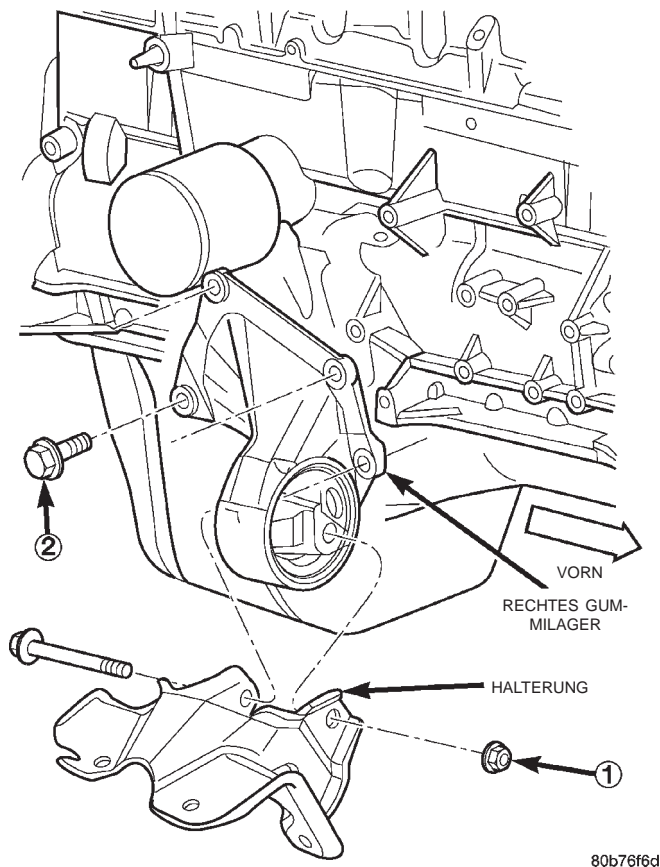
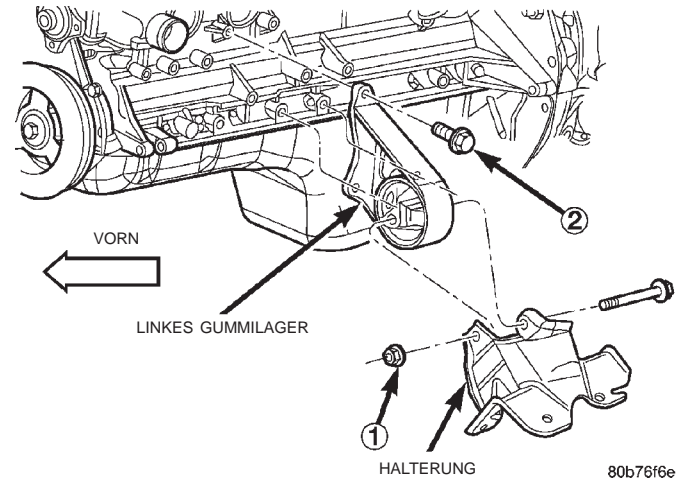

Abb. 40 Vordere Motoraufhängung—Rechte Seite
Abb. 41 Vordere Motoraufhängung—Linke Seite
- (1) Batterie-Minuskabel (-) abklemmen.
- (2) Fahrzeug anheben.
- (3) Motor abstützen.
- (4) Schrauben ausbauen, mit denen das Gummilager am unteren Frontschweller befestigt ist (Abb. 40) (Abb. 41).
- (5) Motor leicht anheben.
- (6) Mutter der Durchsteckschraube abschrauben und Durchsteckschraube ausbauen. Gummilager ausbauen (Abb. 40) (Abb. 41).
- (7) Gegebenenfalls Motorhalterung vom Motorblock abbauen.